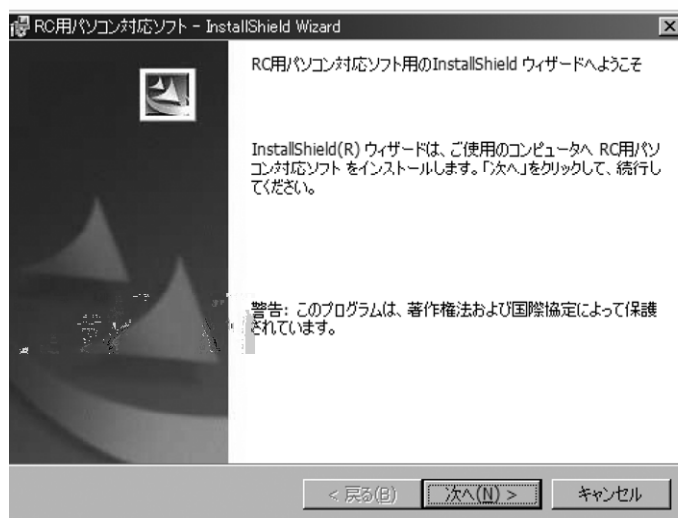

図 1.5 インストール画面
- ④RC 用パソコン対応ソフトのインストール画面 (図 1.5) に移ります。